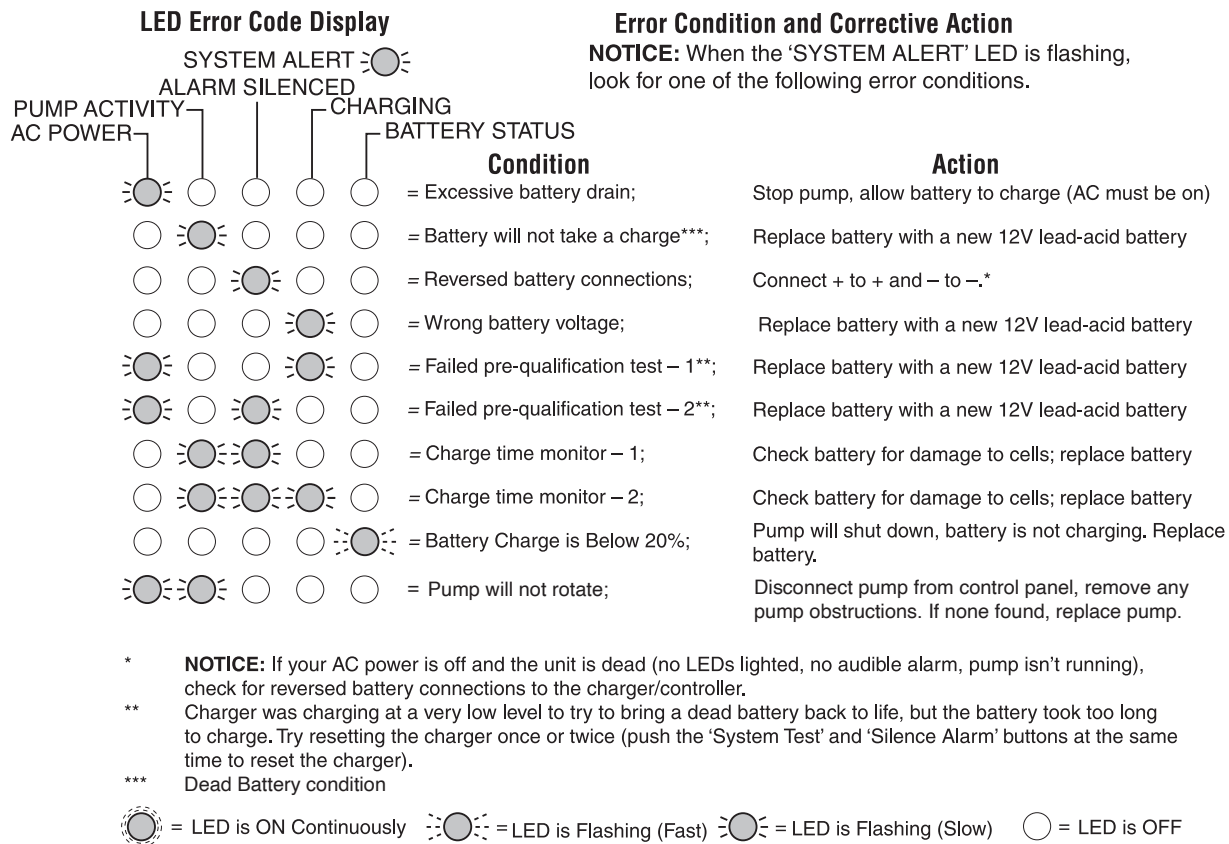

Figura 7: Pantallas de código de error (LED parpadeando)
- ◆ Cuando la luz de alerta del sistema SÍ está parpadeando, consulte la Figura 7.